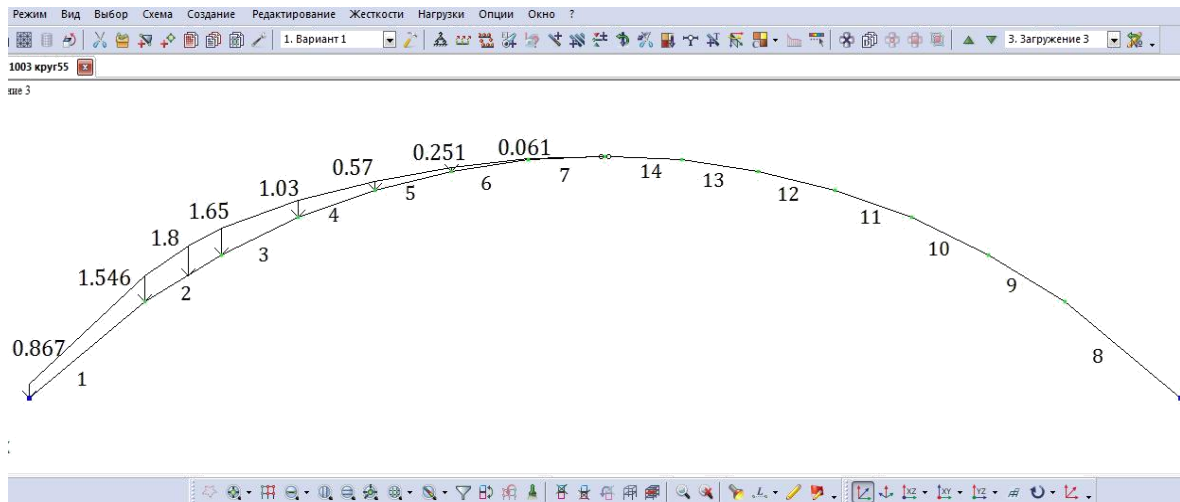

Рис. 2.33. Третье загрузжение (снеговая нагрузка, распределенная по треугольнику на половине пролета)
- Вид расчетной схемы после задания в схеме нагрузок третьего загрузжения приведен на рис. 2.33.